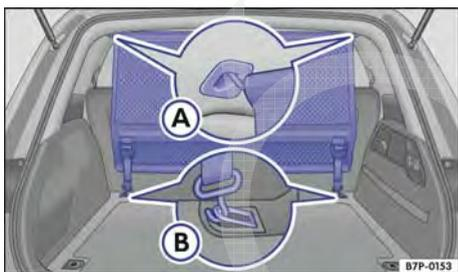
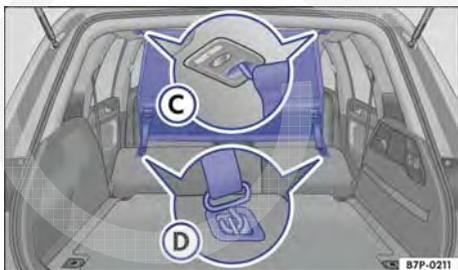

Fig. 219 No compartimento de bagagem: rede divisória instalada atrás do banco traseiro.
Fig. 220 No compartimento de bagagem: rede divisória instalada atrás dos bancos dianteiros.
- Prender a rede divisória no alojamento traseiro esquerdo no teto → Fig. 219 (A). Atentar para que a barra transversal seja puxada de cima da posição superior para baixo.
- Prender ambos os ganchos da rede divisória nos olhais de amarração traseiros (B) e tensionar os cintos com firmeza.
- Prender a rede divisória no alojamento dianteiro esquerdo no teto → Fig. 220 (A). Atentar para que a barra transversal seja puxada de cima da posição superior para baixo.
- Prender ambos os ganchos da rede divisória nos olhais de retenção dos encostos do banco traseiro (D) e tensionar os cintos com firmeza.
- Desenganchar os ganchos da rede divisória nos olhais de retenção inferiores → Fig. 219 (B) e → Fig. 220 (D).
- Desenganchar a rede divisória do alojamento direito no teto → Fig. 219 (A) e → Fig. 220 (C) pressionando a barra transversal.